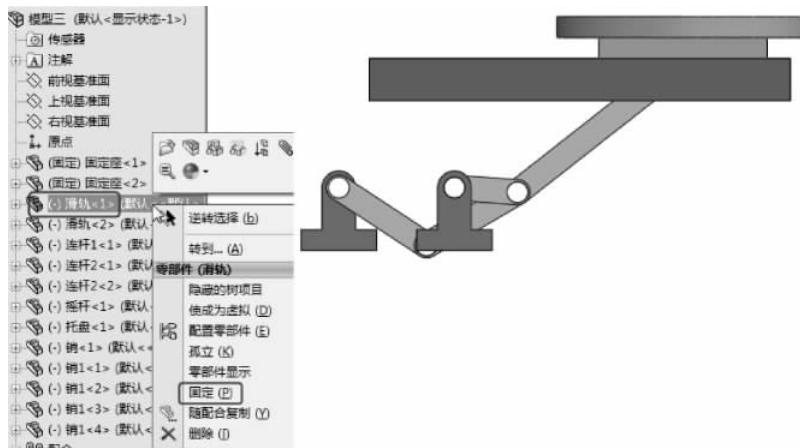

图 3-190 固定零部件
(22) 调整滑轨及其他零部件的位置,在装配体设计树中右击【滑轨<1>】 ,在快捷菜单中选择【固定】命令,如图 3-190 所示。